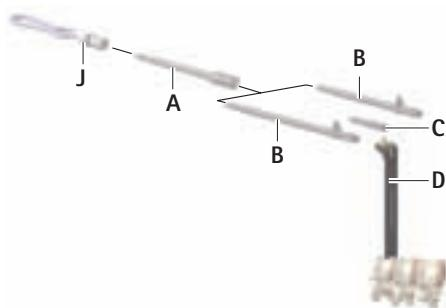

Fig. 2
- ▶ Per allungare la struttura, inserire il raccordo con attacco rapido A sul rispettivo attacco, vedere Fig. 2.